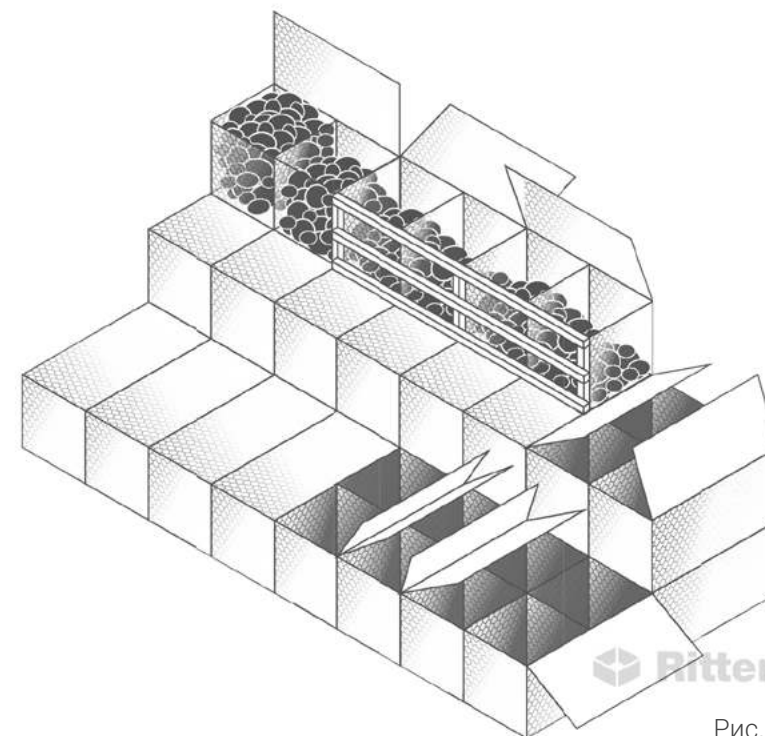

Рис.4
- 6 Устанавливать габионы следует "спина" к "спине", "лицом" к лицу" (Рис.4).